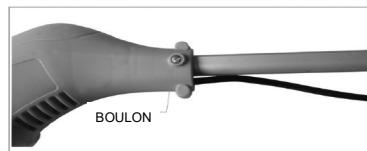

Fig 3
- Insérez le boulon dans la tête de coupe et le tube de raccordement et fixez-le avec un écrou (Fig. 3).